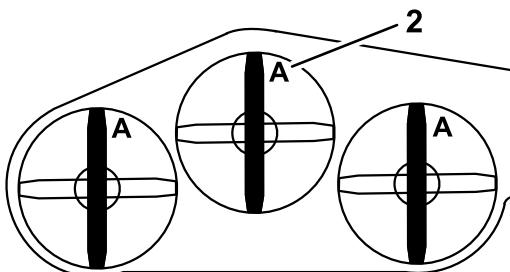

**Figure 92**
1. Examinez le tranchant des lames (Figure 92). Si les lames sont émoussées ou présentent des indentations, déposez-les et affûtez-les.
2. Inspectez les lames, et plus particulièrement l'ailette (Figure 92). Remplacez immédiatement toute lame endommagée, usée ou qui présente une entaille (Figure 92).